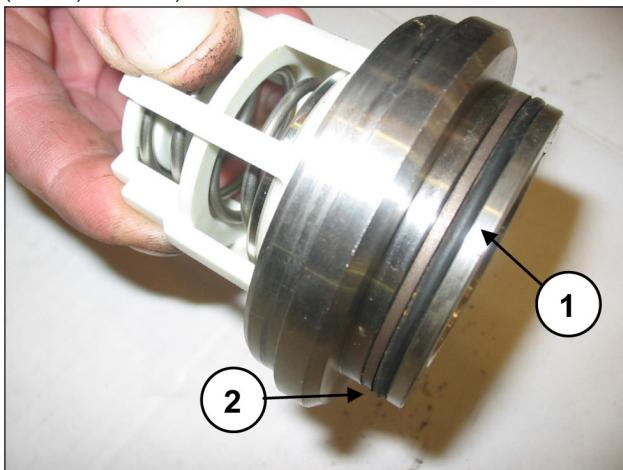

Abb. 119
Montieren Sie den O-Ring, Pos. 6 Explosionszeichnung (Pos. ①, Abb. 119) und den Stützring, Pos. 14 Explosionszeichnung (Pos. ②, Abb. 119) auf den Sitz des Druckventils.